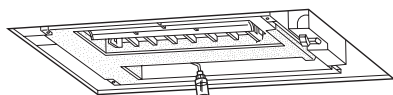

Fig. 5-6
5.3. Vérification de l'évacuation (Fig. 5-6)